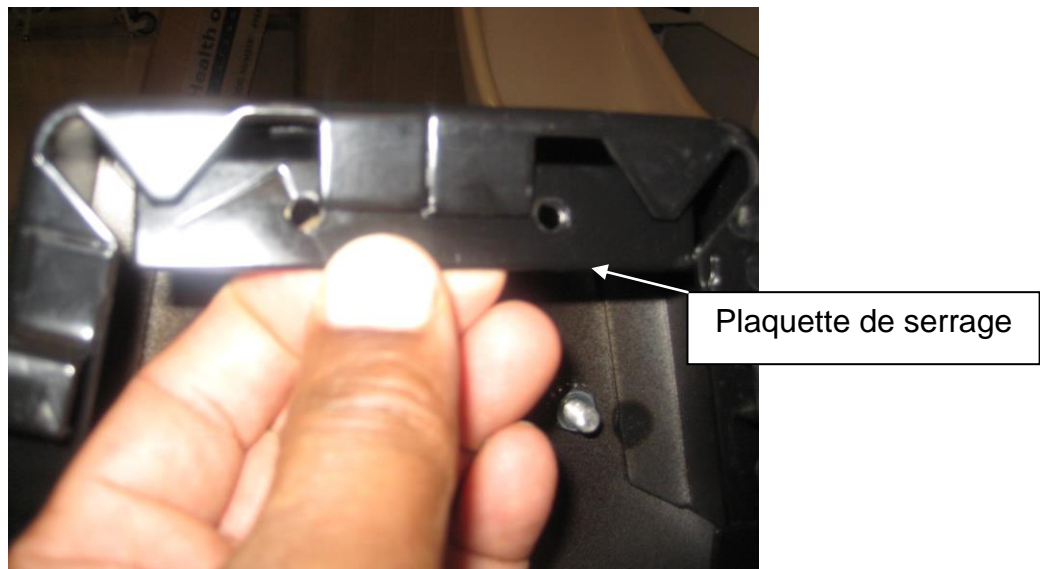

Figure 9
3. Positionnez la plaquette de serrage à l'intérieur de la base, et alignez la plaquette de serrage, le support de roue, et les trous de montage de la base. (voir la figure 9 à la page 12)